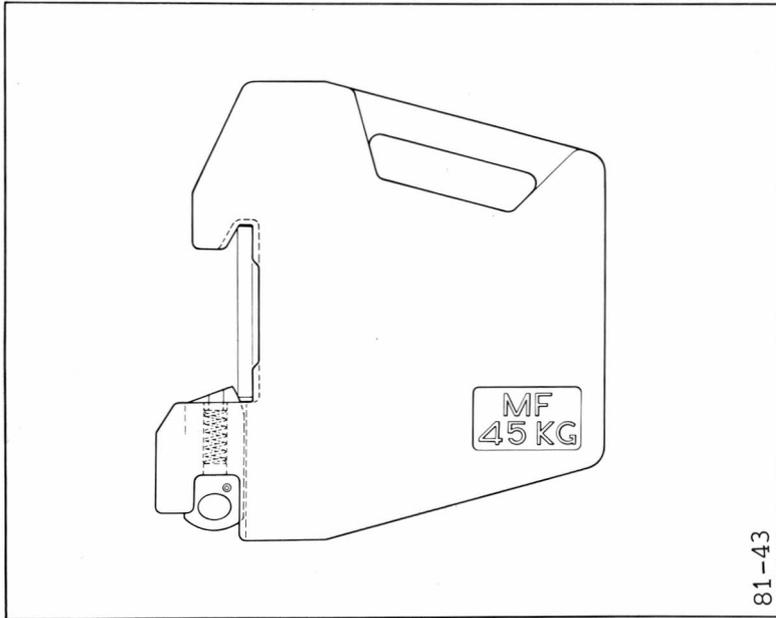

Fig. 26
Fixation des masses (fig. 26)
- 2 – Pour déposer la masse, tirer vers le bas l'anneau du verrou (fig. 26) et retirer la masse en la soulevant.